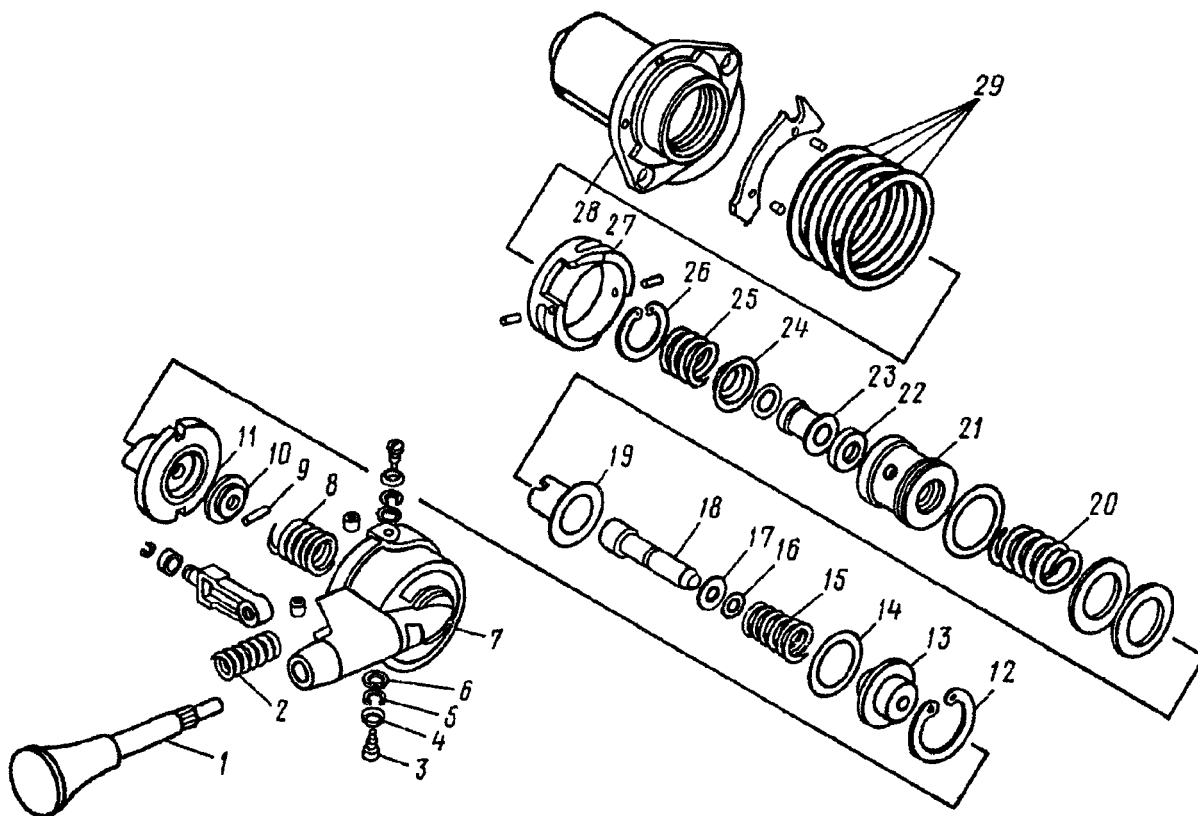

Рис. 310. Кран управления стояночной тормозной системой:
2. Выверните винты 3 (рис. 310) с шайбами 4, 5, 6 крепления крышки 7 к корпусу 28	Отвертка